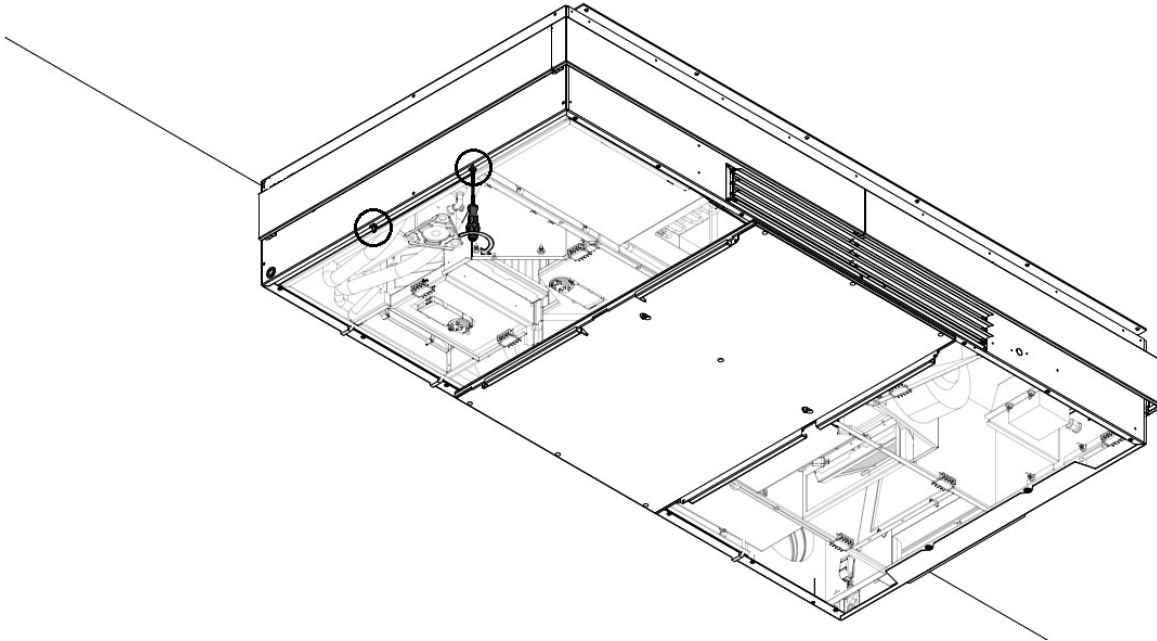

Abbildung 37: Einschrauben von zwei lange Schrauben in den linken Rahmen
5. Schrauben Sie zwei der langen Schrauben in den Rahmen auf der linken Seite, siehe Abbildung 37. Denken Sie daran, dass zwischen dem Rahmen und dem Schraubenkopf mindestens 10 mm für das Schlüsseloch verbleiben müssen.